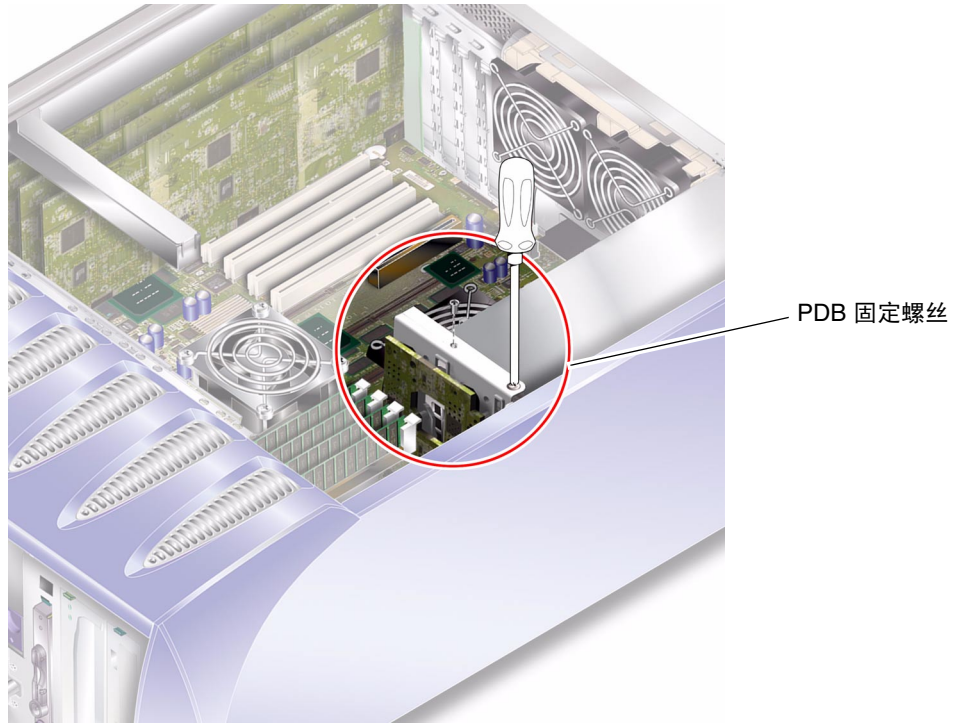

图 1-12 配电板固定螺丝
7. 拧下将配电板固定在机箱上的两颗螺丝。（参见图 1-12。）